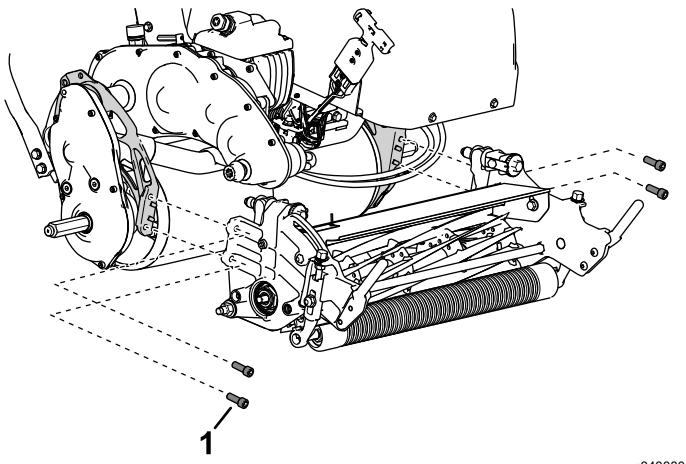

Figura 7
- Utilice 4 tornillos allen para instalar la unidad de corte en la máquina (Figura 7).